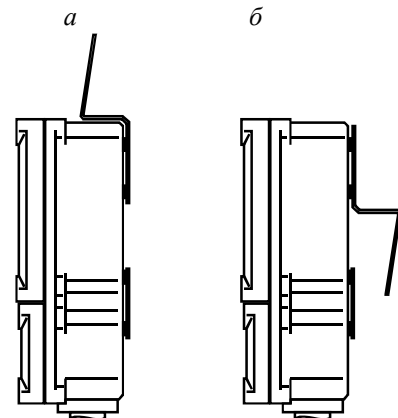

Рисунок 9 – Положения ручки:
3) при использовании СДСВ с выносной измерительной головкой разрешается производить крепление (установку) корпуса с помощью ручки (рисунок 9); ;